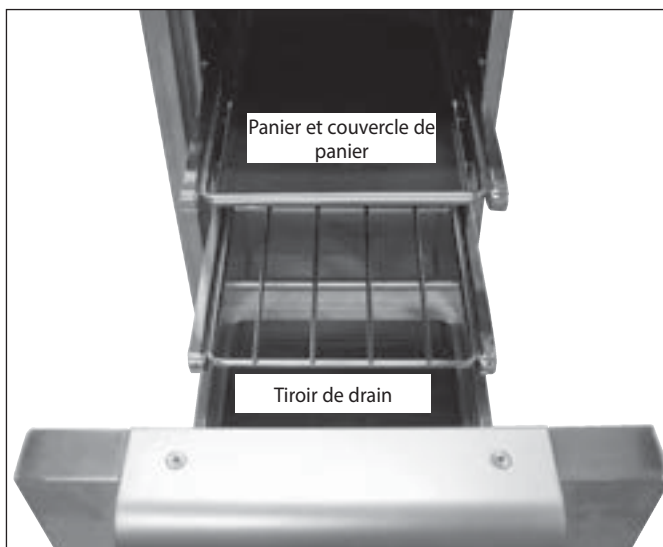

Fig. 64
5. Installer deux (2) paniers dans l'ouverture en les faisant glisser sur les roulettes des parois latérales de la cavité gauche (Fig. 64).